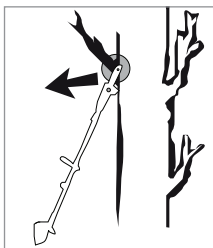

Fig. 2
- Der kan forekomme tilbageslag, hvis spidsen af sværdet 35 rører ved en genstand, eller hvis træet bøjer sig, og savkæden 34 sætter sig fast i snittet (se fig. 2).